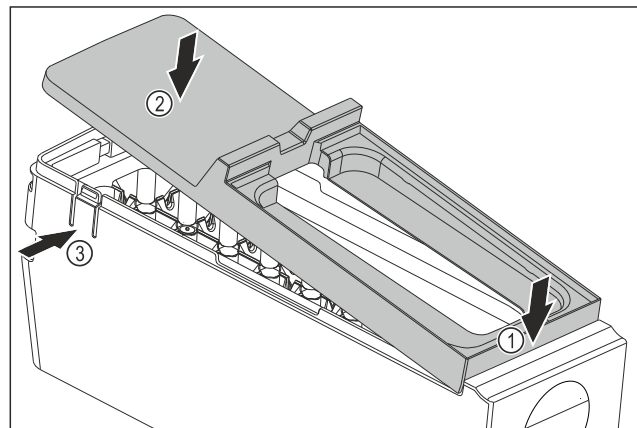

Fig. 186
- ▶ Monter dekselet til hoveddelen til EasyTwist-Ice: Fest dekselet foran. Fig. 186 (1)
- ▶ Senk dekselet bak. Fig. 186 (2)
- ▷ Dekselet går hørbart i inngrep i begge tappene Fig. 186 (3).